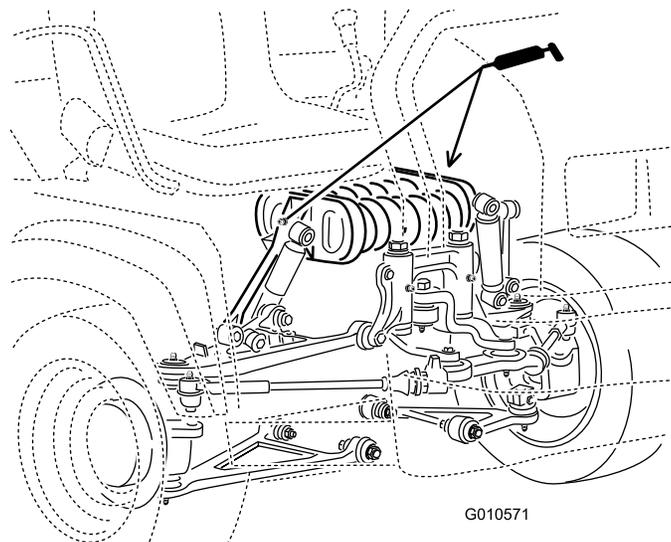

Bild 40
- Federstangen (2) (**Bild 40**)